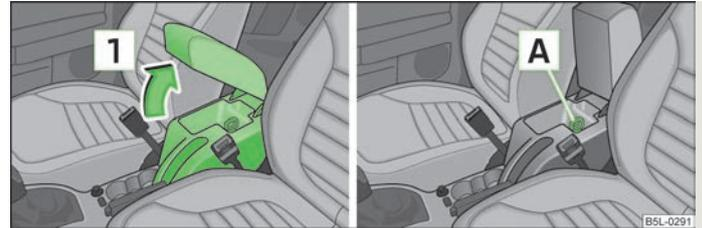

Abb. 78 Armlehne: Ablagefach / Kühlung des Ablagefachs
- › Den Deckel der Armlehne in Pfeilrichtung **1** öffnen » Abb. 78.